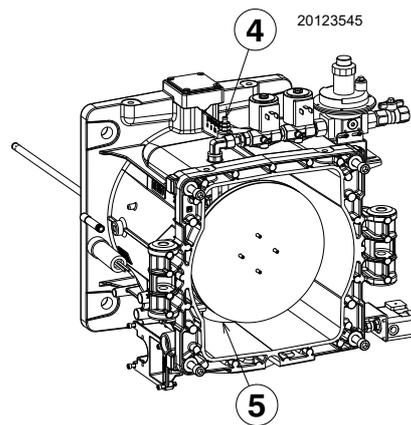

Abb. 29
Die Tab. L ermöglicht das Ermitteln der Leistungsabgabe des Brenners abhängig vom am Anschluss 4)(Abb. 29 auf Seite 30) gemessenen Druck.
Gasdruck, an der Entnahmestelle 4)(Abb. 29 auf Seite 30) gemessen mit:
- Ziehen Sie vom Gasdruck am Anschluss 4)(Abb. 29 auf Seite 30) den in der Brennkammer vorhandenen Druck ab.
Gasdruck an der Entnahmestelle 4)(Abb. 29) = 9 mbar